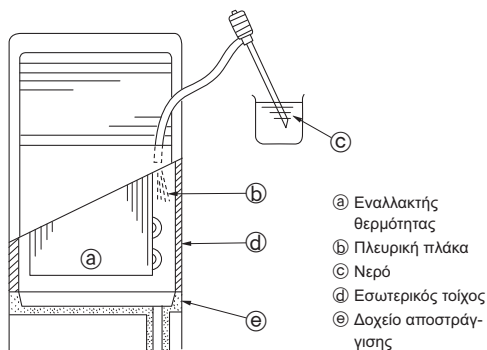

Fig. 5-2
5.2. Έλεγχος αποστράγγισης (Fig. 5-2)